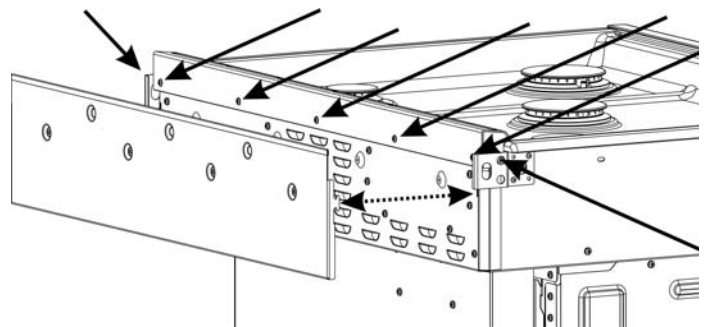

Figura 2: Ubicaciones de los tornillos de la moldura (una vez retirada la cubierta de la rejilla de ventilación)
5. Levante la cubierta de la rejilla de ventilación para quitarla de las ranuras que la sujetan en su lugar (consulte la Figura 2). Tome nota de las ubicaciones de las ranuras para más adelante.
7. Retire los tornillos que sujetan la moldura (cinco tornillos en la parte trasera y un tornillo en cada extremo) (consulte la Figura 2). Guarde estos tornillos para la instalación de la placa antisalpicaduras inferior.
12. Sujete la placa antisalpicaduras inferior en una posición vertical mientras instala y ajusta los cinco tornillos de la parte trasera (consulte la Figura 2).